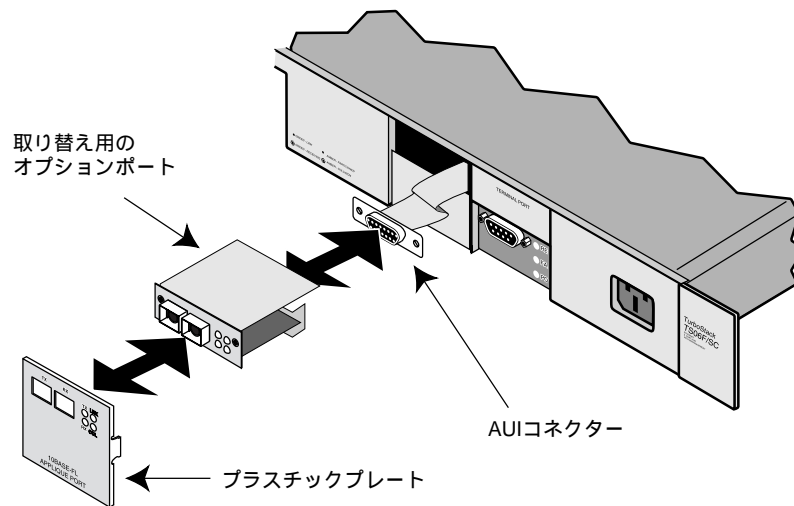

図 4.8 バックボーンポートのオプションの取り付け
2. 図 4.8に示すように、バックボーンポートのオプション (10BASE2、10BASE-T あるいは 10BASE-FL用) に AUI コネクタを差し込みます。